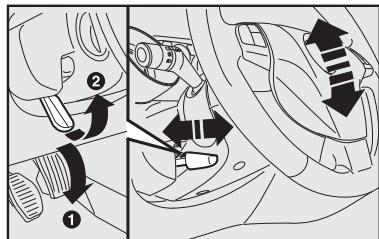

fig. 17
VOLANTE - fig. 17
- 1) Deslocar a alavanca **A** para a posição **1-fig. 17**.